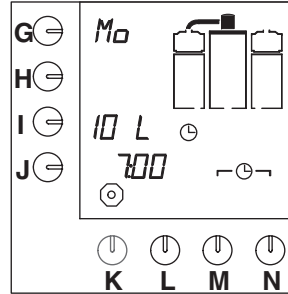

Fig. 15 Machine en attente de démarrage automatique
- L'horloge de l'écran de contrôle commence à clignoter et la machine commencera la filtration au jour et à l'heure programmés. Le mode attente s'affiche sur l'écran de contrôle (fig.15).